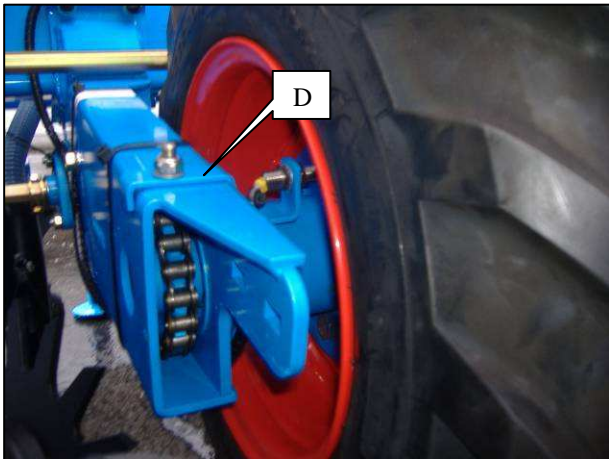

Fig. 2
d) Montaggio su seminatrice MS (Fig.2)
- Le capteur de roue doit être monté sur le bloc roue à l'aide d'une patte de fixation D (Fig.2) et la distance entre le capteur et les aimants est de 4 mm.